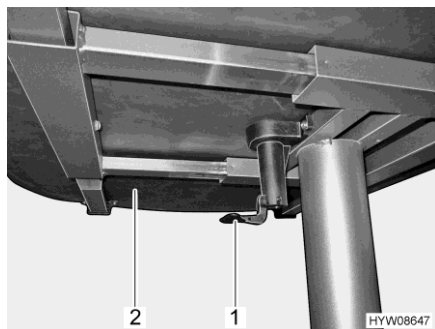

Fig. 43 Palanca para desplazamiento del tablero de la mesa
- Tirar o empujar la palanca (Fig. 43,1) hacia abajo.
- Desplazar a la posición deseada el tablero de la mesa (Fig. 43,2).